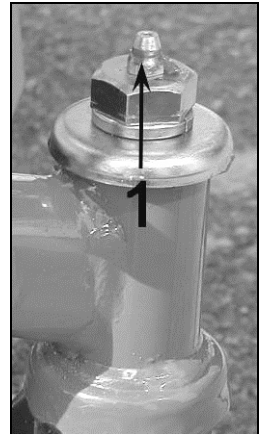

Figure 15
- Graissez l'essieu de la roue avant (1, Figure 15) avec de la graisse NLGI N°2.